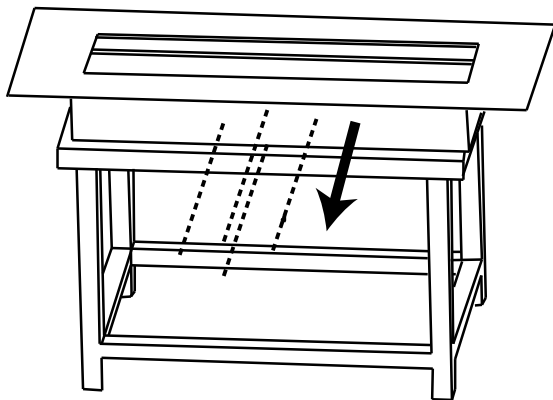

Fig. 3-3
- B. Retirez les 4 vis du bas de l'appareil (**Fig. 3-3**). Ne jetez pas les vis.